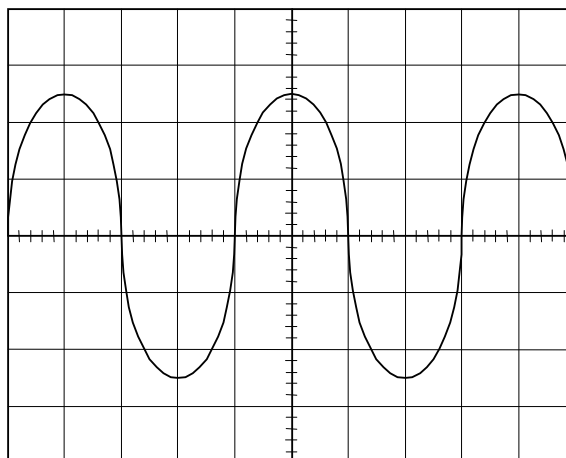

Figura 1.2 – Forma de onda da tensão de entrada
6. Colocar o terra do osciloscópio em PT0 e a ponta de provas (Canal 1) no ponto PT1. Observar a tensão alternada de entrada do retificador. Nesta situação, na tela do osciloscópio deve aparecer uma forma de onda similar ao da figura 1.2.